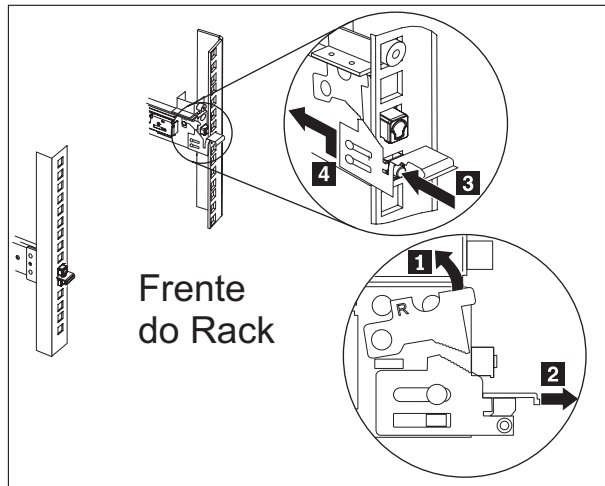

Figura 23. Removendo a extremidade dos trilhos deslizantes
4. Remova a extremidade dos trilhos deslizantes, conforme mostrado na Figura 23 na página 56.